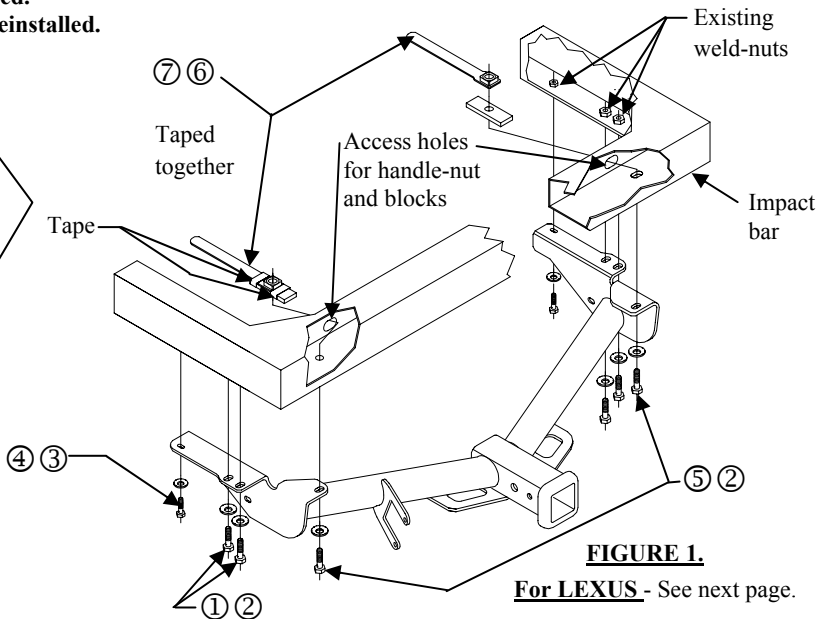

FIGURE 1.
3. Raise hitch into position, making sure the factory 7-way connector is above the crosstube of the hitch during installation. Align side brackets with existing tow hook holes at end of frame rails. Install fasteners as shown. (Figure 1. Page1)
4. Tape (1) 1/4" x 1" x 3" block to each handle-nut. Insert the handle-nut into slots located in the impact bar. Install the 1/2"-13 hex bolt and 1/2" conical washer as shown. (Figure 1)
5. Place the factory 7-way connector into the electrical bracket provided on the hitch. Using (2) 1/4" hex bolts and flanged nuts, attach 7-way electrical plug to electrical bracket on the hitch.
3. Soulever l'attelage en position, en s'assurant que le connecteur 7 voies d'origine se trouve au-dessus de la traverse tubulaire de l'attelage durant l'installation. Aligner les supports latéraux sur les trous existants du crochet de remorquage à l'extrémité des longerons. Installer la visserie comme illustré. (Figure 1, page 1)
4. Attacher avec du ruban adhésif un (1) bloc 1/4 x 1 x 3 po sur chaque levier à écrou. Insérer le levier à écrou dans les fentes situées sur la barre d'impact. Installer un boulon hexagonal 1/2 po-13 et une rondelle conique 1/2 po comme illustré. (Figure 1)
5. Placer le connecteur 7 voies dans le support de connecteur électrique fourni avec l'attelage. À l'aide de deux (2) boulons hexagonaux 1/4 po et leurs écrous à embase, fixer la fiche 7 voies dans le support de connecteur électrique sur l'attelage.